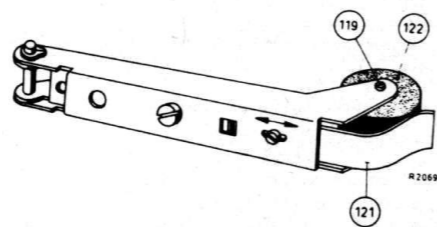

Fig. 66
- De as 119 van de drukrol losdraaien en verwijderen, zie fig. 66